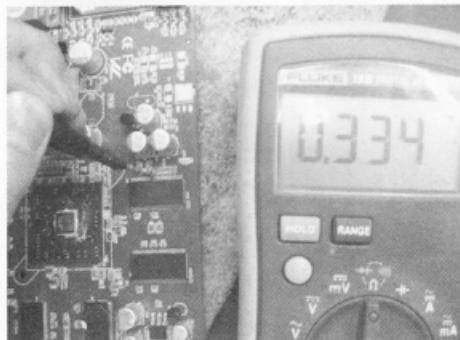

图 5-76 51 脚打值正常
(9) 更换电阻后，51 脚打值正常，如图 5-76 所示。